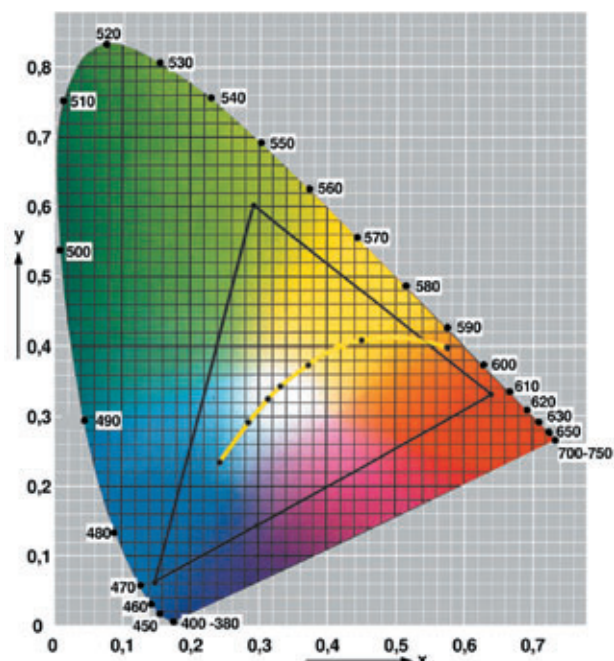

Abb. 2: Farbwertanteile des „Schwarzen Körpers“ im Normfarbdreieck.
Die „Temperatur“ der Farbe einer Lichtquelle wird durch Vergleich mit der Farbe eines „Schwarzen Strahlers“ bestimmt. Dies ist ein idealisierter Hohlkörper, z. B. aus Platin, der alles Licht, welches auf ihn fällt, absorbiert. Wenn ein „Schwarzer Strahler“ erhitzt wird, durchläuft er eine Farbskala von Dunkelrot, Rot, Orange, Gelb, Weiß bis zum Hellblau. Die entsprechende Ortskurve im Normfarbdreieck heißt Planck'scher Kurvenzug, Abbildung 2. Die Einheit der Farbtemperatur ist Kelvin (K).